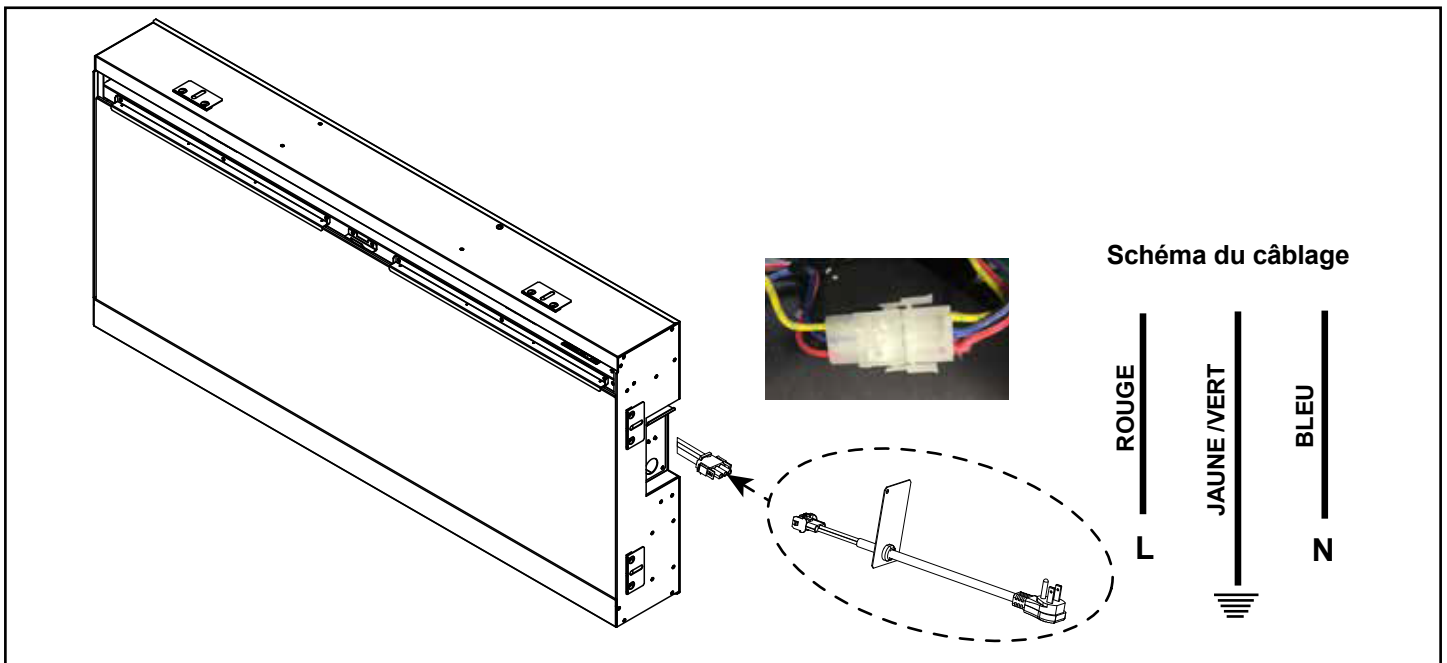

Figure 3.5 Installation du cordon d'alimentation optionnel
3. Connectez le connecteur à trois fils conducteur du bornier fourni avec l'ensemble de cordon d'alimentation. Voir la figure 3.5.